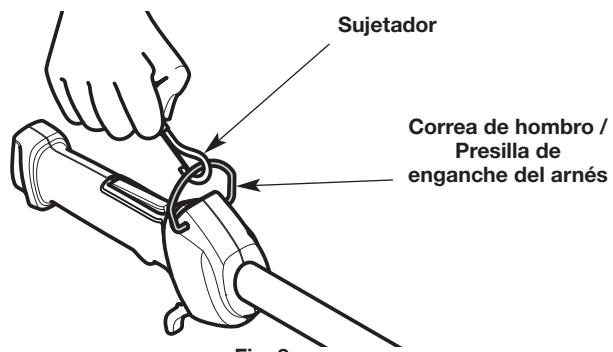

Fig. 8
- Calce el pasador a presión sobre la correa de hombro/presilla de enganche del arnés (Fig. 8).